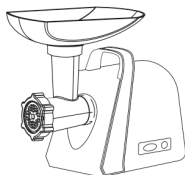

рис.7
7.1.6 Поместите лоток на горловину и зафиксируйте, слегка надавив на него (рис.7).